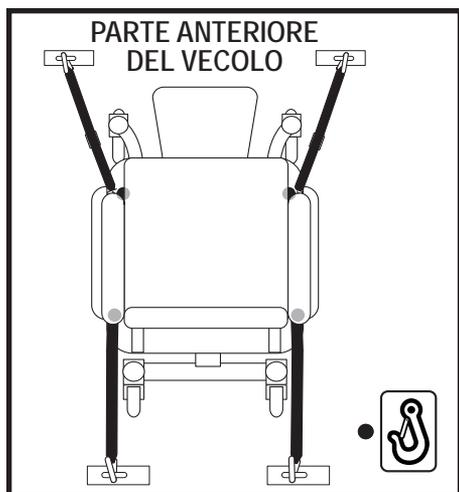

Figura 1. Fissaggio della carrozzina elettrica
- Posizionare i punti di ancoraggio per le fascette posteriori dietro i punti di fissaggio posteriori della carrozzina. Le fascette di fissaggio anteriori devono ancorarsi a punti del pavimento a distanza maggiore della larghezza della carrozzina per fornire una maggiore stabilità laterale. **Consultare la figura 1.**